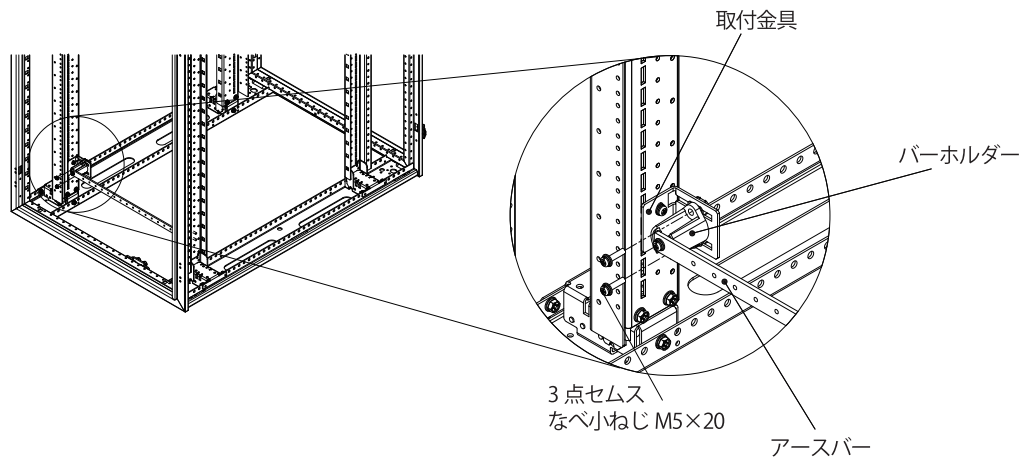

図 8
4. 取付金具にアースバーとバーホルダーを、付属の 3 点セムスなべ小ねじ M5×20 (4 か所) にて固定してください。(図 8)